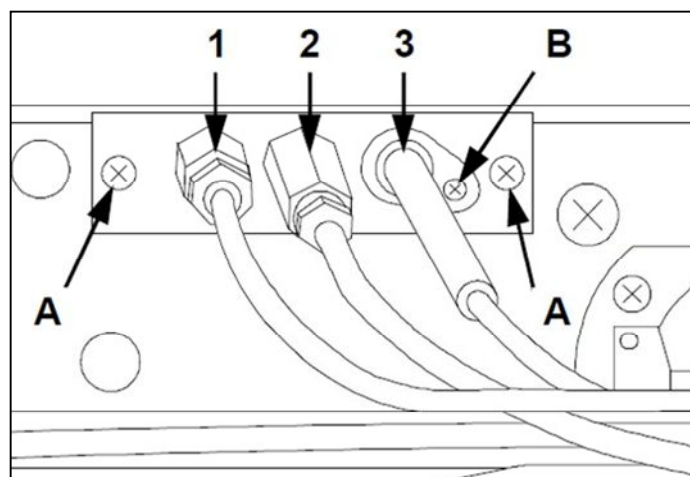

FIG.18
- Svitare la termocoppia con apposita chiave fissa (FIG.18-Rif.1);
- Svitare le 2 viti del SUPPORTO (FIG.18-Rif.A);
- Rimontare il nuovo pilota (FIG.18-Rif.2) secondo le fasi sopra indicate.
- Rimuovere la candela svitando la VITE (FIG.18-Rif.B);
- Rimontare la nuova CANDELA (FIG.18-Rif.3) seguendo le operazioni sopra descritte.